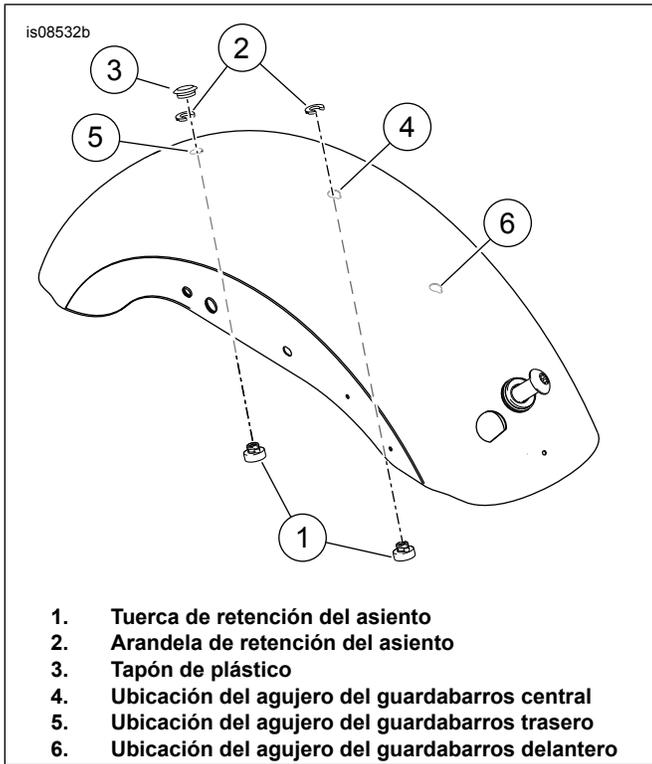

Figura 2. Ubicación de la arandela y la tuerca de retención del asiento
2. Ver Figura 2. Extraer el tapón de plástico (3) de la ubicación del agujero trasero en el guardabarros.
3. Instalar la tuerca de retención (1) y la arandela (2) en la posición trasera del guardabarros de donde se extrajo el tapón.